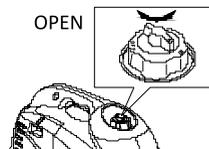

Рис. 14
**а)** Переведите клапан крышки бака в положение «ON» (Рис.14).